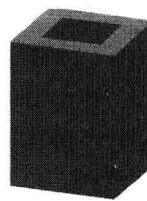

图 1-25
(5) 着色 模型着色，但不显示边线，如图 1-25 所示。